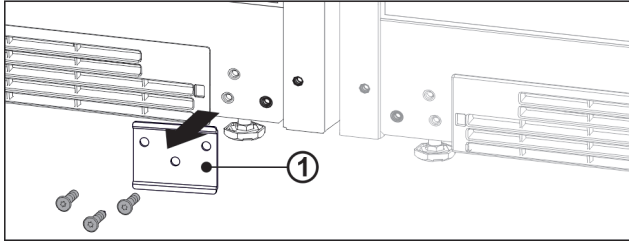

Fig. 14
- ▶ Wenn das Blech Fig. 14 (1) verbaut ist, Blech abschrauben.